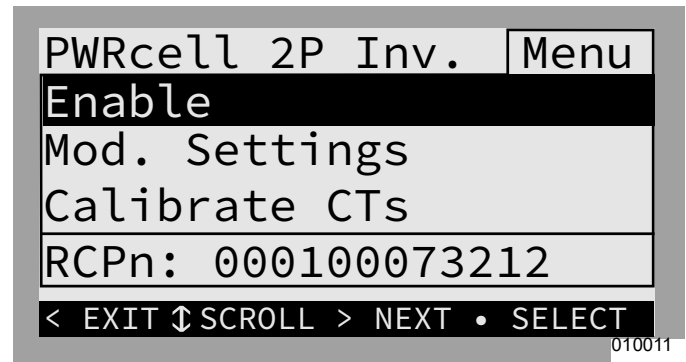

Figure 7-8. Activer l'onduleur (2 de 3)
8. Voir Figure 7-8. Appuyer sur la touche centrale pour accéder au menu principal de l'onduleur.